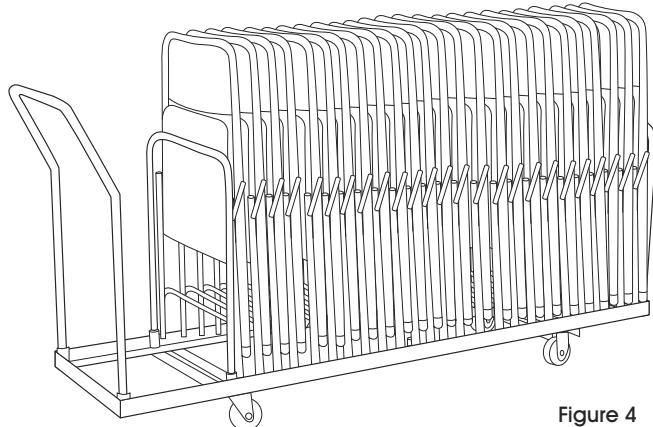

Figure 4
- S'il y a plus de 14 chaises à empiler, commencez par le côté droit. (Voir Figure 4)